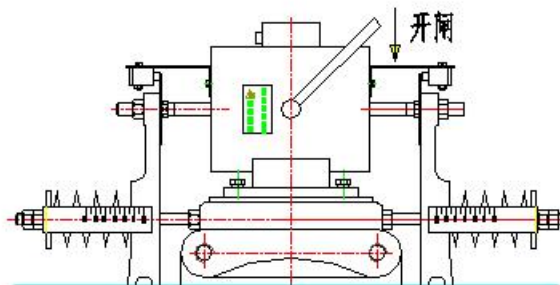
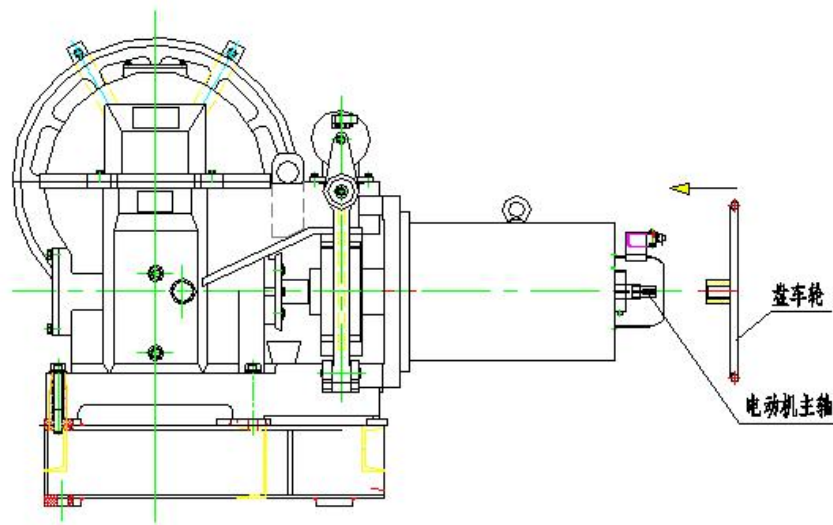

图 5.1 轂式双推电磁制动器手动开闸示意图
图 5.2 盘车轮安装示意图
实施救援时，一名操作人员将盘车轮安装到电动机主轴上，并靠向端面，此时盘车轮会撞到限位开关，限位开关动作，使安全回路断开，确保盘车装置使用者的安全。另一名操作人员用电磁制动器手动闸柄推开制动臂，此时旋转盘车轮，进行上移或是下移到达轿厢停靠位置。轂式双推电磁制动器手动开闸示意图见图 5.1。盘车轮安装示意图见图 5.2。
6.2.10 需润滑部位要按期润滑保证正常工作状态，润滑部位 1、2、3 两侧对称共八处（参见图 5.2）。